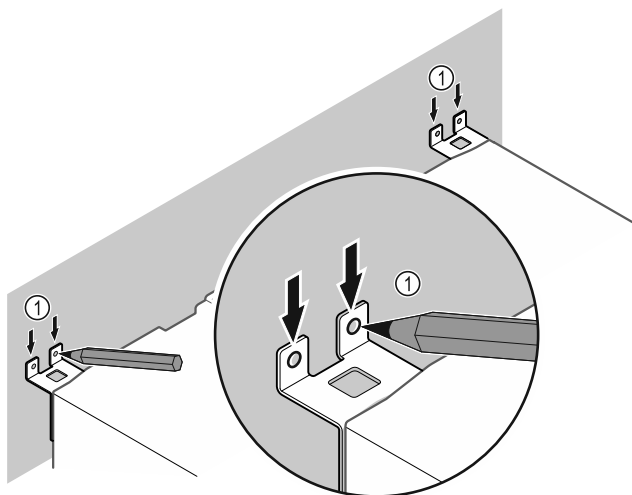

Fig. 11
- Jelölje be a falat Fig. 11 (1).